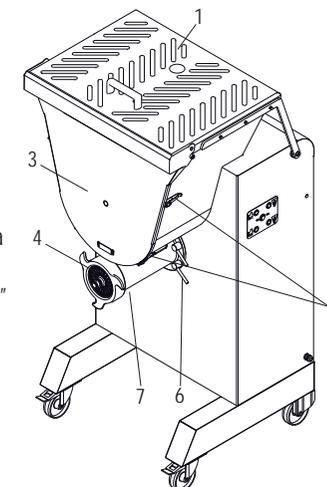

Fig. 6.2.1
Il carico del prodotto da mescolare avviene dall'alto e deve essere completamente contenuto all'interno della vasca, facendo attenzione a non superare il volume massimo consentito. Chiudere la griglia ed eseguire le operazioni di avviamento del mescolatore facendo attenzione che il senso di rotazione della pala sia antiorario. Stringere leggermente la ghiera "4" (Fig. 6.2.1) della bocca del tritacarne, premere sul pulsante di marcia facendo attenzione che il senso di rotazione dell'elica sia antiorario. Se la carne in uscita è tagliata bene la regolazione della ghiera è sufficiente; in caso contrario stringere ancora la ghiera "4" (Fig. 6.2.1) fino ad ottenere un perfetto taglio della carne. Il tritacarne ora si trova nella migliore situazione per poter lavorare.
#### 6.5. Svuotamento e smontaggio utensili (Fig. 6.2.1)
### 6.2. Montaggio utensile mescolatore (fig. 6.2.1)
- Chiudere le cerniere "5"(Fig. 6.2.1).